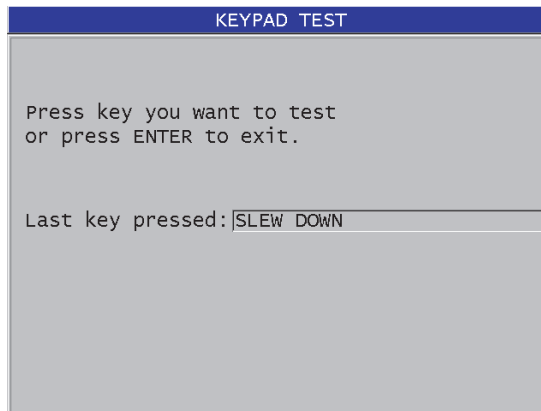

Figura 15-2 Pantalla VERIFIC. TECLADO (KEYPAD TEST)
4. Si el parámetro **VERIFIC. TECLADO** (KEYPAD TEST) es seleccionado, en la pantalla **VERIFIC. TECLADO** (KEYPAD TEST) [ver Figura 15-2 en la página 308]: